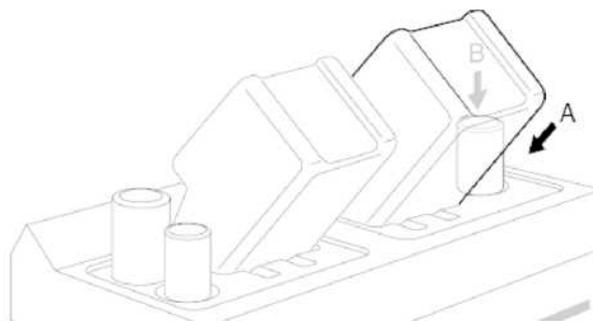

Рисунок 10. Установка бутылок с концентратом
5. Дождитесь непрерывного звукового сигнала (2 минуты, после реактива «А») перед установкой в синюю форму бутылки с концентратом реактива «В» (рис. 10).